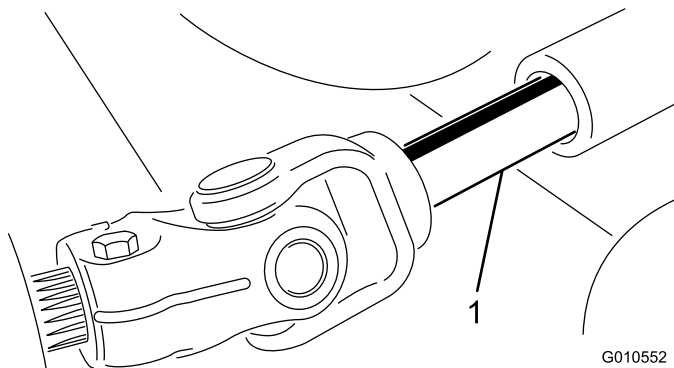

Figura 22
5. Allontanate l'apparato di taglio dal trattorino, separando le sezioni maschio e femmina dell'albero della presa di forza (Figura 22).
3. Inserite l'albero della presa di forza maschio nell'albero della presa di forza femmina (Figura 22).